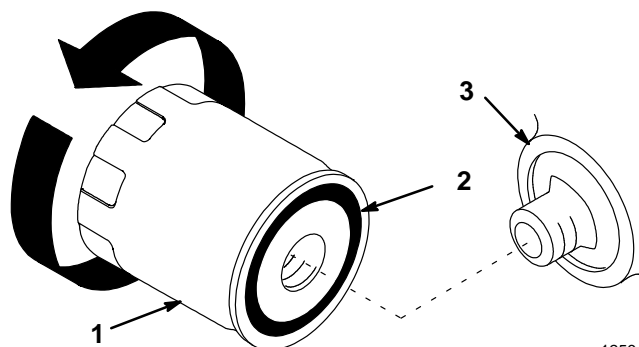

Figure 22
2. Déposer le filtre usagé et essuyer la surface de joint de l'adaptateur du filtre (Fig. 22).
3. Enduire d'une mince couche d'huile fraîche le joint de caoutchouc du filtre neuf (Fig. 22).
4. Monter le nouveau filtre à huile sur l'adaptateur, en vissant le filtre dans le sens des aiguilles d'une montre jusqu'à ce que le joint de caoutchouc touche l'adaptateur, puis en le vissant encore de 1/2 tour supplémentaire (Fig. 22).